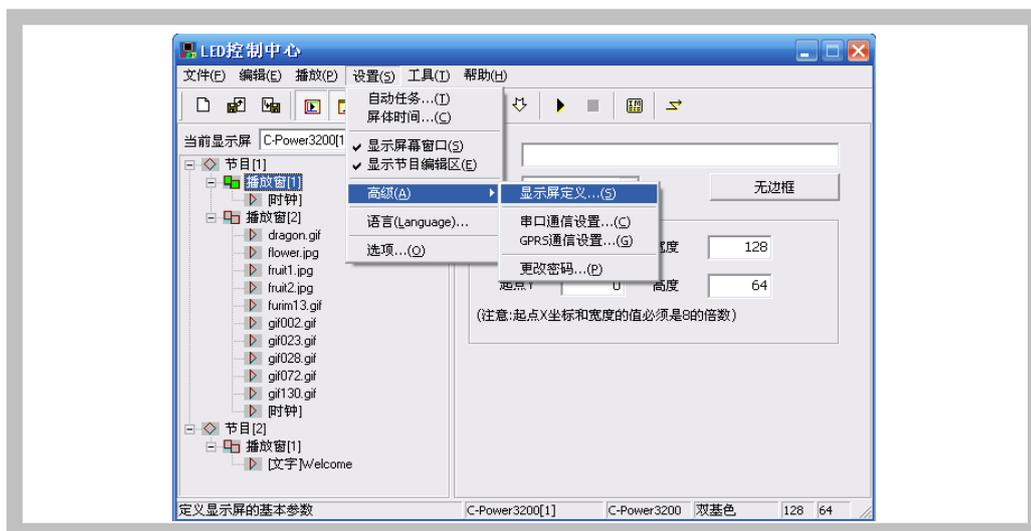

图11 进入“显示屏定义”
- 1) 点击“设置”——“高级”——“显示屏定义”, 如图11所示。